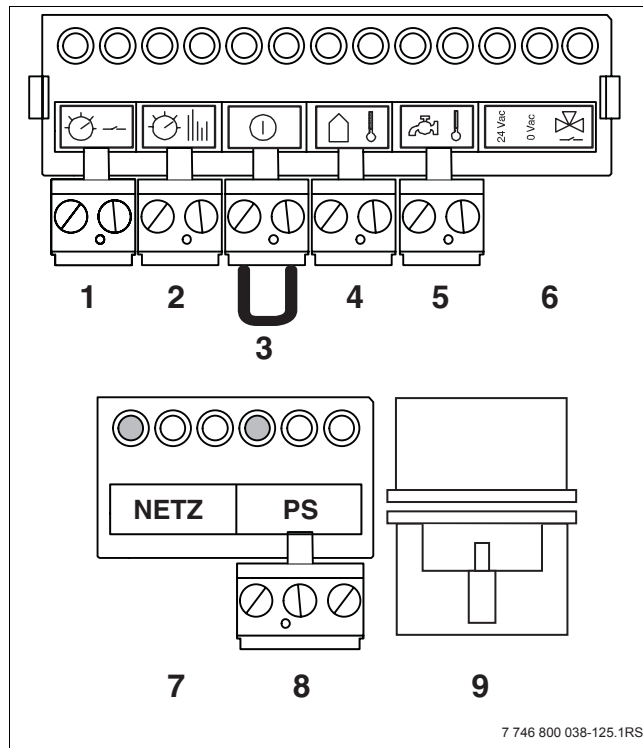

Fig. 31 Aansluitstrook
- Positie 7 en 8 zijn 230 VAC-aansluitingen (→ fig. 31). Controleer of de netstekker uit het stopcontact is. Overige aansluitingen zijn laagspannings-aansluitingen of niet bedraad.
- Sluit de kamerthermostaat ModuLine 100, 200, 300, 400, CM10, EM10, WM10 of MM10 aan op de oranje aansluiting (fig. 31, **pos. 2**). Maak hierbij gebruik van een tweeadrige elektriciteitskabel van elk 0,4 – 0,75 mm².
- Sluit daarbij contact 1 (fig. 31, **pos. 2** ModuLine aansluiting op het cv-toestel) aan op contact 2 van de module.
- Sluit daarbij contact 2 (fig. 31, **pos. 2** ModuLine aansluiting op het cv-toestel) aan op contact 1 van de module.
- Sluit een potentiaalvrije aan/uit-regeling aan op de groene stekker van de aansluitstrook van het cv-toestel (fig. 31, **pos. 1**). De maximaal toelaatbare weerstand van dit circuit bedraagt 100 Ω .
- Verwijder de doorverbinding op de rode stekker (fig. 31, **pos. 3**).
- Sluit de buitentemperatuursensor aan op de donkerblauwe stekker van de aansluitstrook van het cv-toestel (fig. 31, **pos. 4**). Maak hierbij gebruik van een tweeaderige elektriciteitskabel van 0,4 – 0,75 mm².